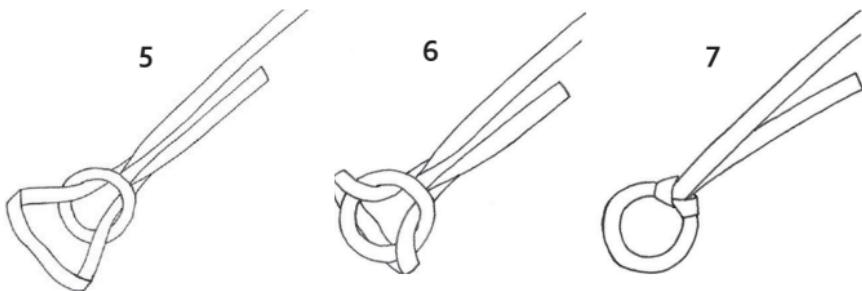

Fig. 12
- Fixez le deuxième Express-Ring avec un nœud en demi-clé renversée au niveau de la bande restante sortant du mouflage, comme indiqué sur la Fig. 12, 5–7.